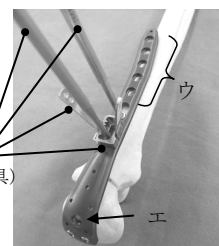

図 2
- ③ スクリューを仮固定していない側の長穴に専用のプレート移動調整器具を装着し、その器具を操作することによりプレートを移動させ、プレートの（手術器具）固定位置を調節した後、上記①で仮固定した長穴部のスクリューを固定する（図 2）。
- ④ 専用手術器具を用いて長穴部の遠位側の丸穴部（図 2 のウ）をドリリングし、ロッキングスクリュー（OSR2-LS-3.5）で固定する。なお、肘頭部に複数の骨折線がある場合など骨片の保持が必要な場合、湾曲部の丸穴部（図 2 のエ）にスクリュー（OSR2-CS-3.5）を固定することもできる。
- ⑤ プレート移動調整器具を使用した側の長穴部をスクリュー（OSR2-CS-3.5）で固定する。